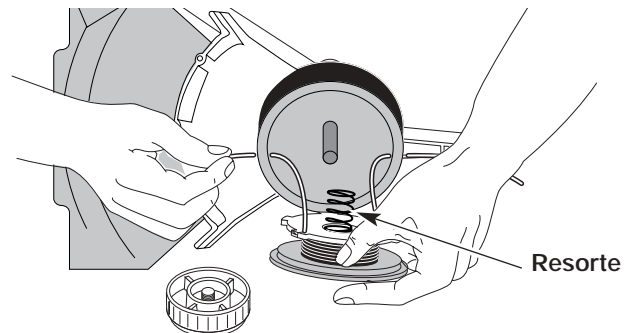

Figure 39
13. Inserte los extremos de la línea a través de los ojillos de la bobina exterior y coloque el carrete interior con el resorte dentro de la bobina exterior (Fig. 39). Empuje el carrete interior y la bobina exterior entre sí. Mientras sostiene el carrete interior y la bobina exterior, tome los extremos y tire con firmeza para soltar la línea de las ranuras de fijación de la bobina.
5. Inserte los extremos de la línea en los ojalillos de la bobina exterior (Fig. 39).